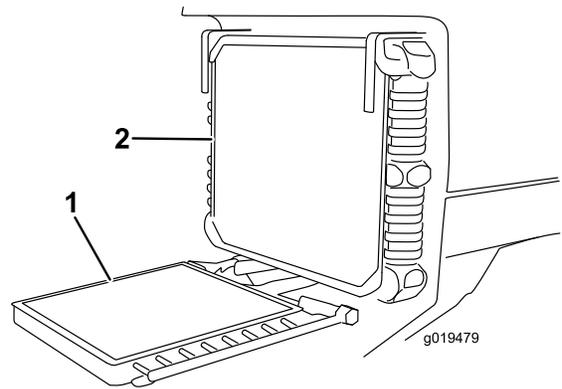

Figure 71
3. Dévissez les boutons et rabattez le refroidisseur d'huile en arrière (Figure 71). Nettoyez soigneusement les deux côtés du refroidisseur et la surface autour du radiateur à l'air comprimé. N'utilisez pas d'eau. Ouvrez le capot et soufflez les débris vers l'arrière de la machine. Redressez le refroidisseur d'huile à sa position d'origine et resserrez les boutons.